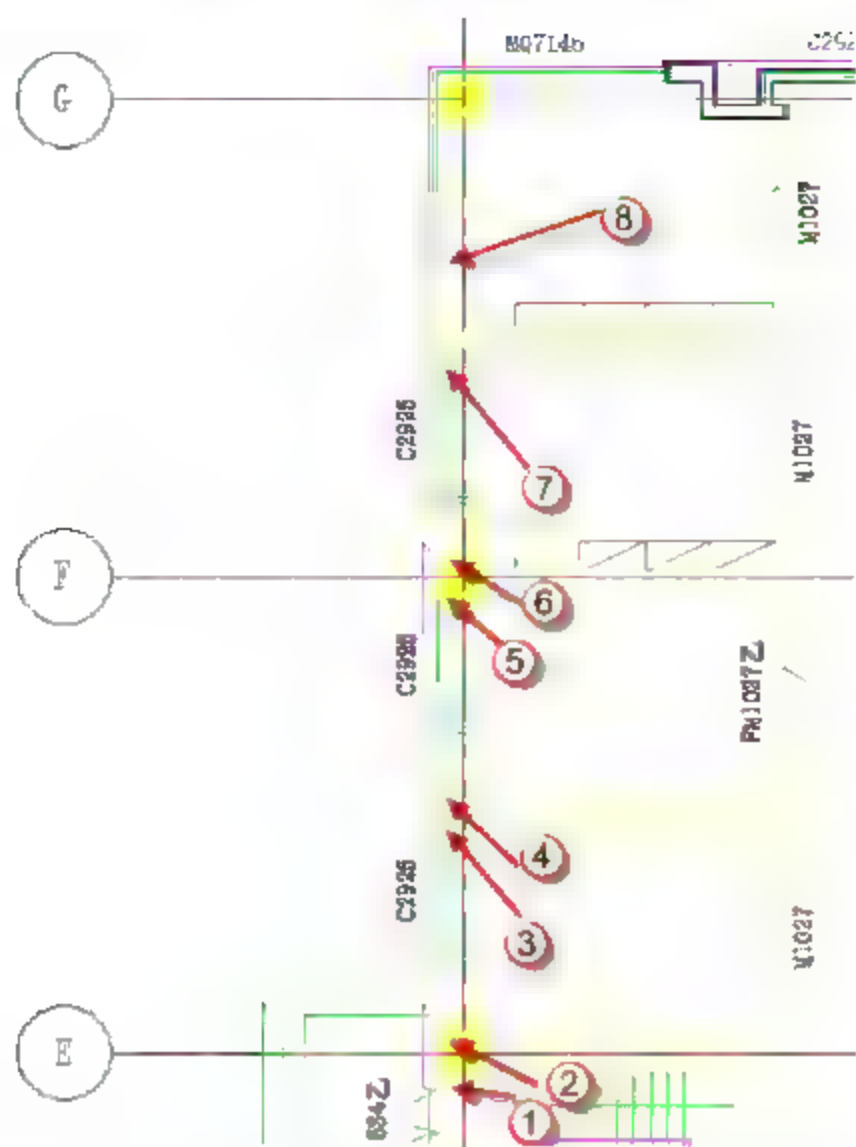

图 10.1.53 一层叠层墙-300mm 外墙绘制捕捉点
(4) 绘制 1 轴线交 E 轴线和 G 轴线之间的外墙。选择“建筑”→“墙”→“墙：建筑”命令，也可以直接按快捷键 W+A。选择“一层叠层墙-300mm”墙族，将“偏移量”改为“150mm”，其他参数不变，依次捕捉图 10.1.53 所示位置绘制墙体。然后将“墙类型”改为“一层叠层墙-200mm”，将“偏移量”改为“100mm”，其他参数不变，依次捕捉图 10.1.54 所示位置，单击绘制墙体。绘制完成后按两次 Esc 键，可以退出外墙绘图界面。完成后的外墙如图 10.1.55 所示。